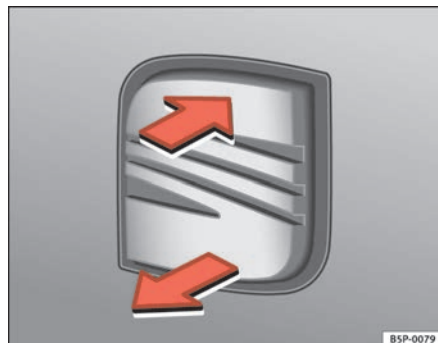

Fig. 65 Portón trasero: apertura desde fuera
- Tire de la maneta y levante el portón ⇒ fig. 65. El portón se abre automáticamente.